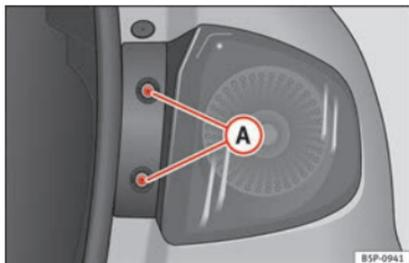

Fig. 184 Luce di posizione/arresto.
- Estrarre le viti » fig. 184 **A**